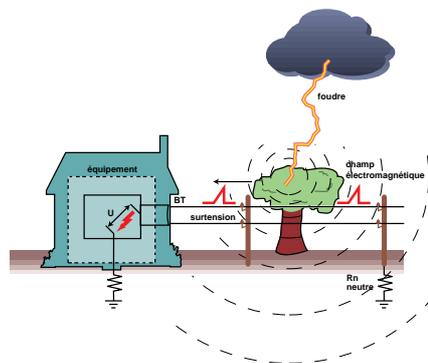

Fig. 5 : surtensions induites
■ les surtensions induites (fig. 5)